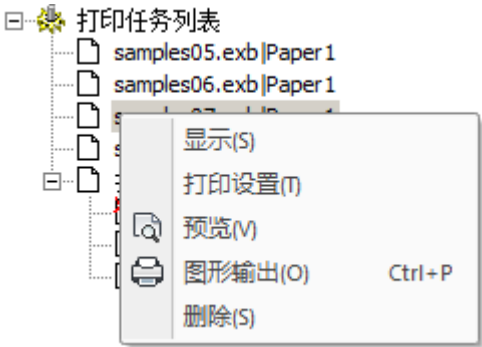

图 7-14 单张打印右键菜单
- 使用鼠标右键单击单张打印任务单元，弹出如图 7-14 所示菜单。